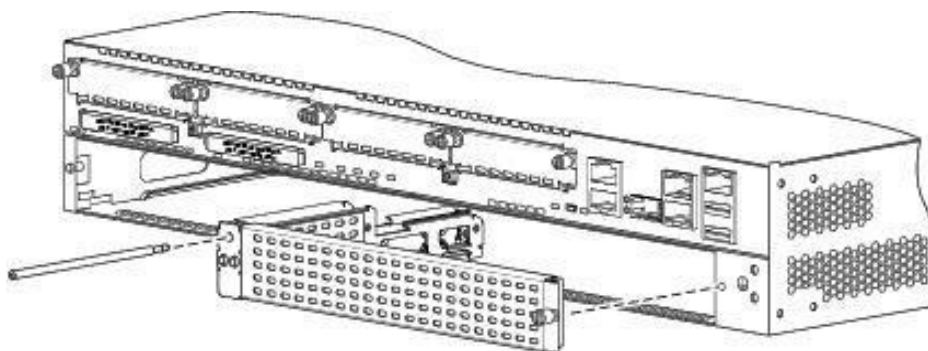

Рисунок 12
Заглушка передней панели на маршрутизаторе Cisco 2951 является единым целым с разделителем слота, как показано на Рисунок 12.
- Шаг 1:** Открутите монтажные винты, удерживающие заглушку (Рисунок 12), отверткой номер 1 Philips или небольшой отверткой с плоской поверхностью.